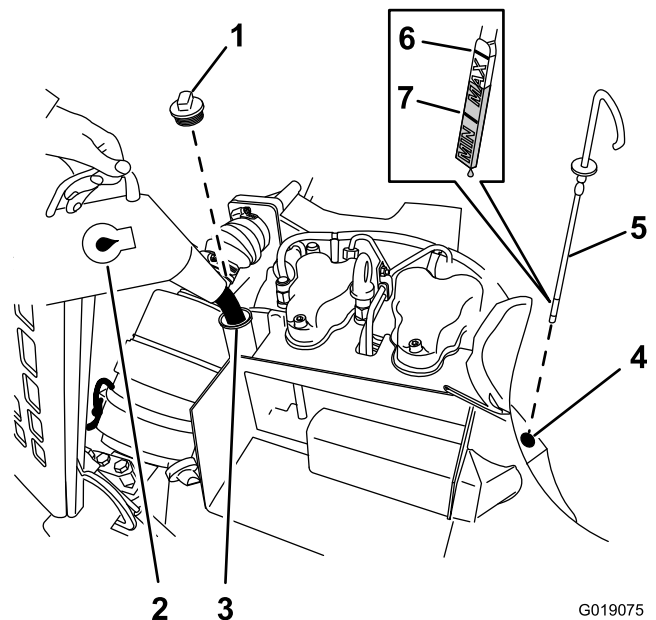

Figure 59
- E. Si le niveau n'atteint pas le repère Min. sur la jauge, versez lentement une quantité d'huile suffisante dans le tube de remplissage pour faire monter le niveau entre les repères Min. et Max. (Figure 59).
- F. Remettez le bouchon de remplissage d'huile sur le goulot de remplissage (Figure 59).
2. Versez environ 0,76 L (1,5 pte) de l'huile spécifiée dans le goulot de remplissage (Figure 59).